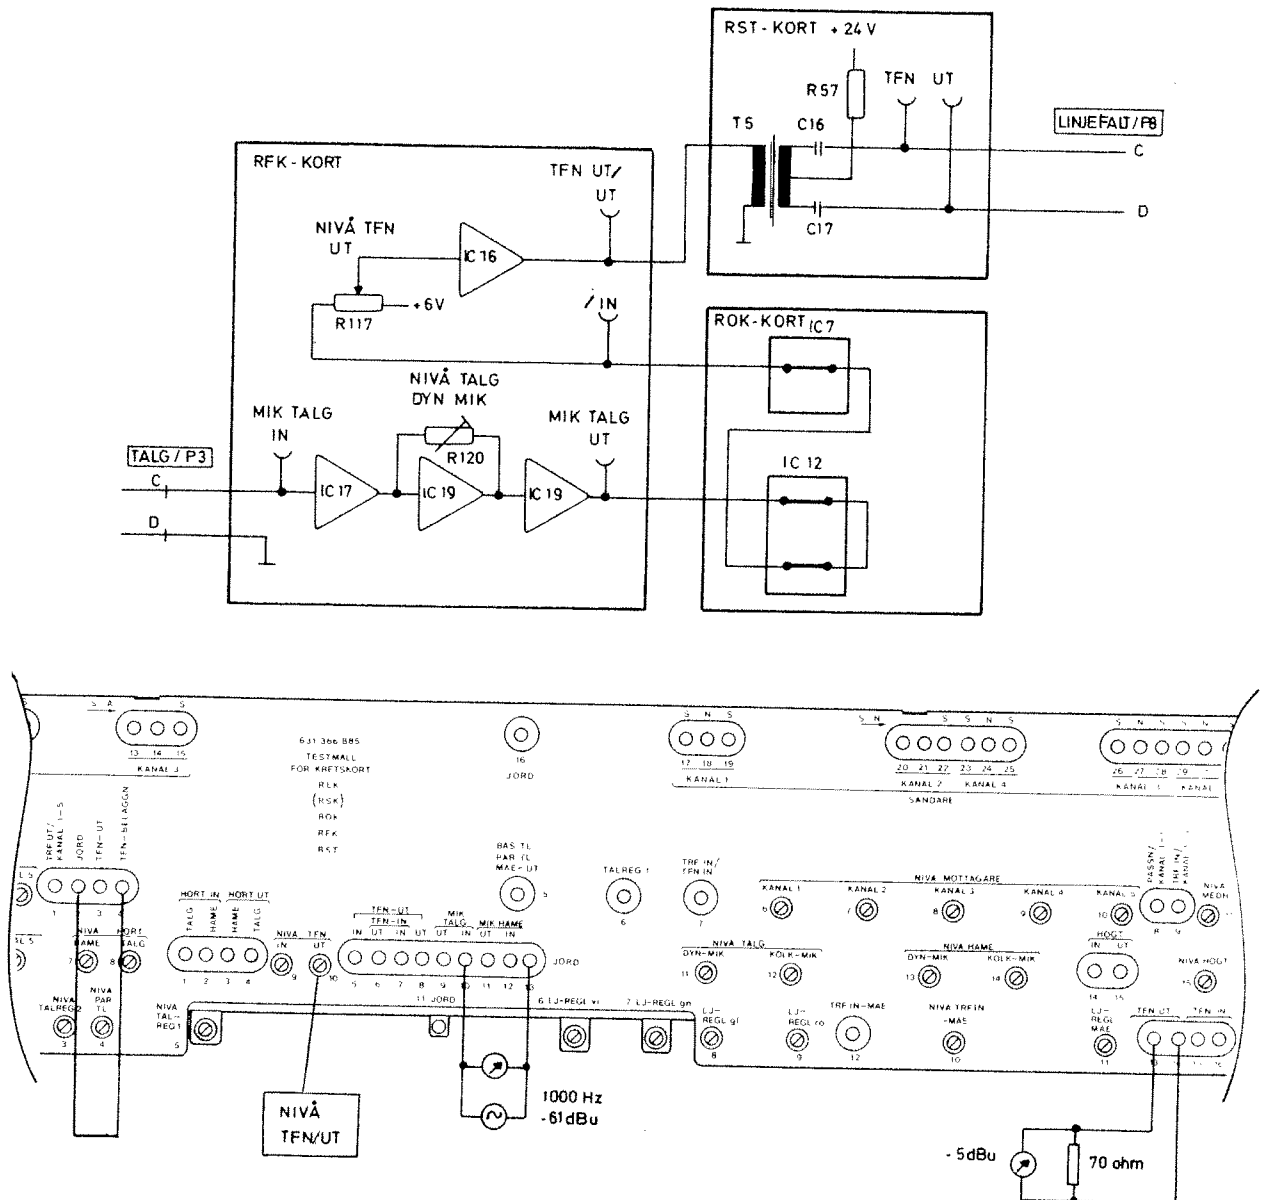

Bild 19
- Telefonbelägg radiomanöverenheten genom att ansluta mätuttaget TFN-BELÄGGN till uttaget JORD, se bild 19.